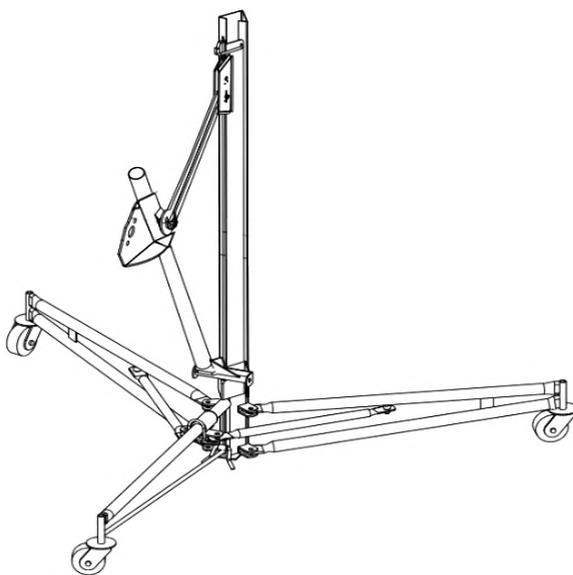

Bild 20
- Den slutliga monteringen ska se ut som i Fig.20.